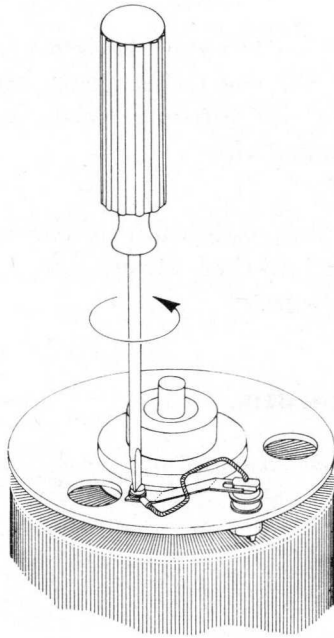
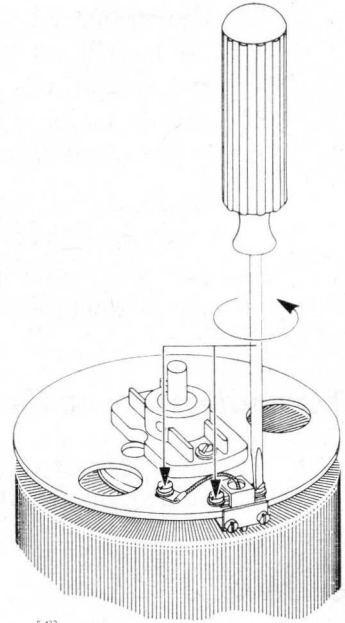

Fig. 7
Fig. 8
- Borstel vervangen volgens fig. 7 resp. fig. 8.